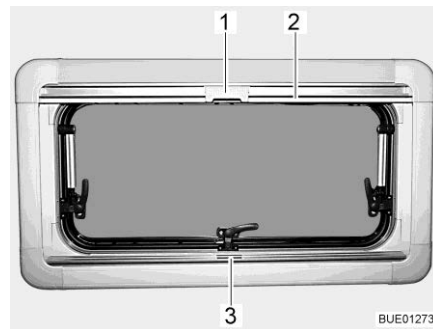

Fig. 57 Finestra apribile
- Afferrare la tendina oscurante pieghevole per la parte centrale della barra di presa (Fig. 57,3), tirarla dal basso verso l'alto e rilasciarla nella posizione desiderata. La tendina oscurante pieghevole rimane in questa posizione.
- Tirare la zanzariera a rullo accompagnandola con la barra di presa (Fig. 57,2) verso il basso, fino a quando la barra di presa non arriva a contatto con la tendina oscurante pieghevole (Fig. 57,3).
- Bloccare l'aggancio (Fig. 57,1) della zanzariera a rullo nella barra di presa della tendina oscurante pieghevole.
- Premere in alto all'indietro l'aggancio (Fig. 57,1) sulla zanzariera a rullo.
- Ricondurre lentamente la zanzariera a rullo accompagnandola con la barra di presa (Fig. 57,2).